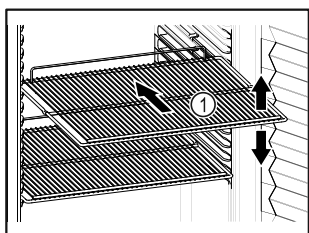

Fig. 60 Eksempelfremstilling
- Hvis oppbevaringshyllene Fig. 60 (1) kan flyttes, juster etter høyden.